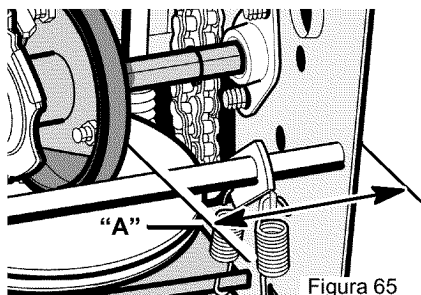

Figura 65
7. Fijese en la posición de la **rueda de fricción** (consulte la Figura 65). La distancia correcta "A" desde el lado derecho de la **rueda de fricción** hasta la parte exterior de la caja del motor es la siguiente:
3. Mueva la **rueda de fricción** a la posición correcta (Figura 65).